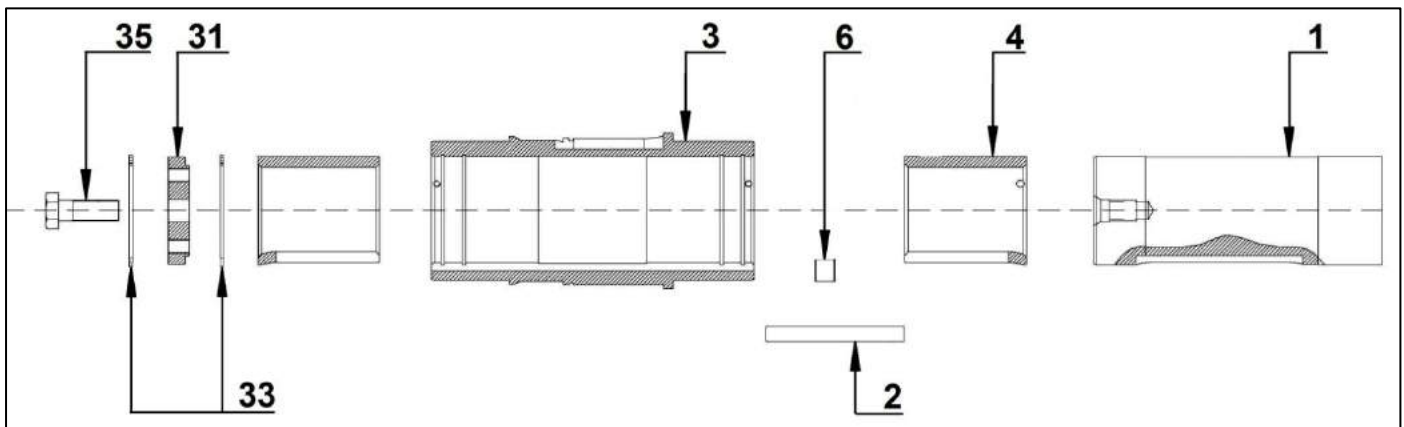

Fig. 8A
4. Installing of Shaft Sleeve**➤ J100-J190 (Fig. 8A)**